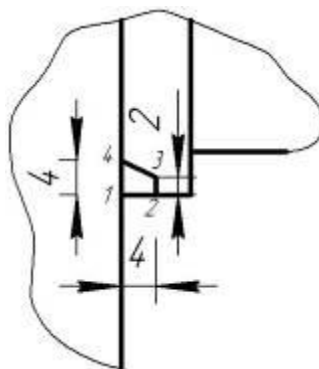

Рис. 9.3. Участок вала
7. С помощью команды «**Увеличить масштаб рамкой**»  увеличьте участок вала, в котором будет выполняться построение контура канавки (рис. 9.3).